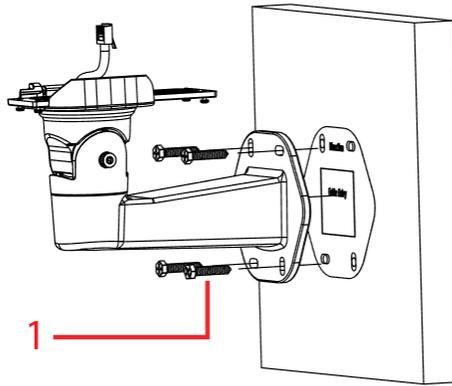

Figura 2
- Fixe firmemente o braço de montagem à superfície com os quatro parafusos TP6x32mm (1) (figura 2).